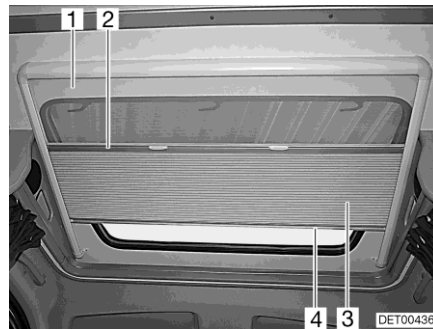

Bild 59 Takfönster
Plisségardin Plisségardinen (Bild 59,3) och insektsskyddet (Bild 59,1) är fastsatta i varandra.
- Ta tag i mitten på plisségardinens kantlist (Bild 59,4) och dra försiktigt ned den.
- Håll i plisségardinens kantlist (Bild 59,4) och drag sakta tillbaka den.
- Ta tag i mitten på insektsskyddets kantlist (Bild 59,2) och dra försiktigt ned den.
- Håll i insektsskyddet vid plisségardinens kantlist (Bild 59,4) och drag sakta tillbaka det.